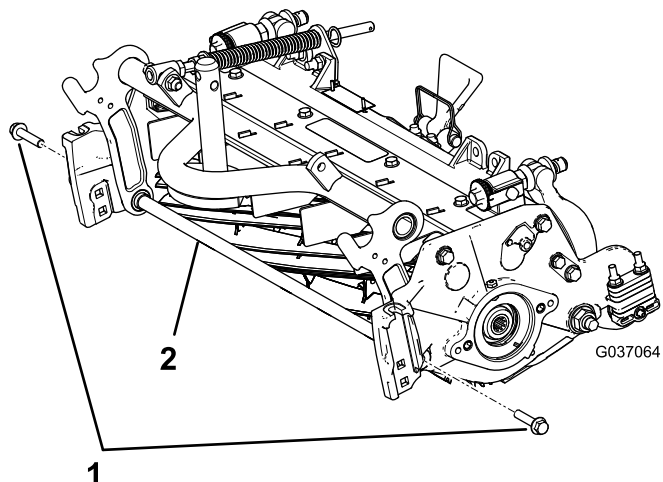

Figure 6
- A. Retirez les 2 boulons à embase qui fixent la tige de support et déposez la tige (Figure 6).